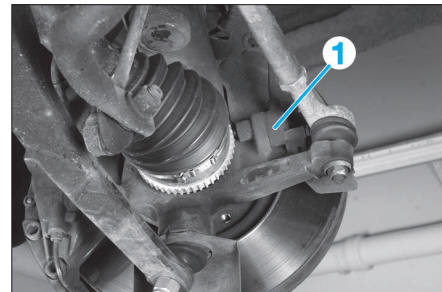

FIG. 14
- le capteur de vitesses de roue (ABS) (1) (Fig.14).